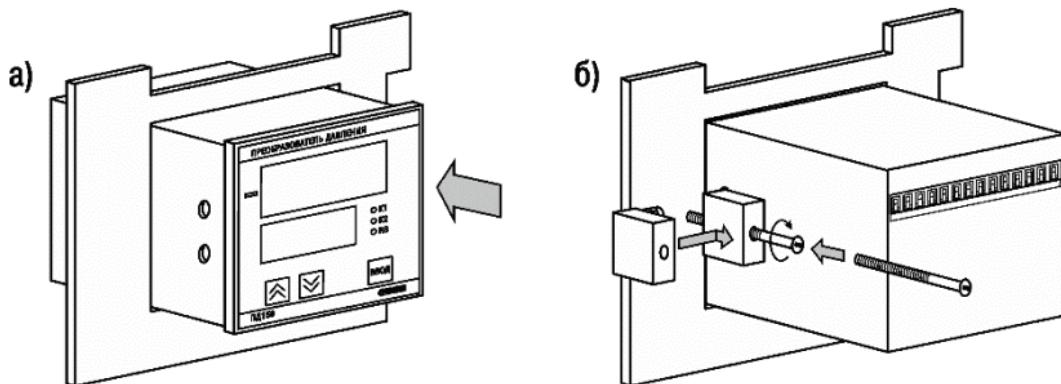

Рисунок 8.2 – Монтаж преобразователя щитового крепления
- Вставить преобразователь в специально подготовленное отверстие на лицевой панели щита (см. Приложение А и рисунок 8.2, а).
- Вставить фиксаторы из комплекта поставки в отверстия на боковых стенках преобразователя (рисунок 8.2, б).